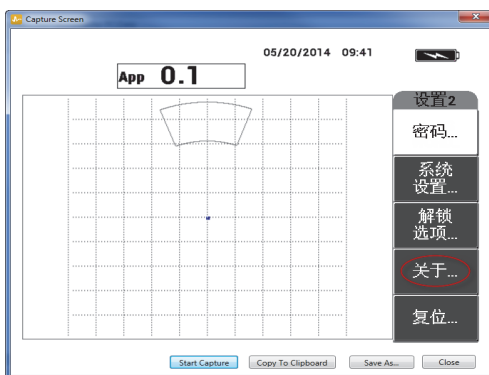

图 7-3 关于菜单
2. 按 **D** 键，选择**关于**菜单（参见第 165 页的图 7-3）。